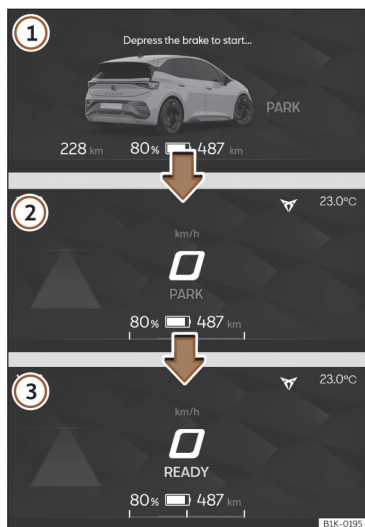

Fig. 1 Ecrã do Digital Cockpit.
Confort Ready: Ar condicionado e infotainment disponíveis >>> Fig. 1 ①.
Park: Veículo ligado imóvel, estacionado >>> Fig. 1 ②.
Ready: Acende-se Ready no ecrã do painel de instrumentos e soa um sinal sonoro. Veículo preparado para a condução >>> Fig. 1 ③.